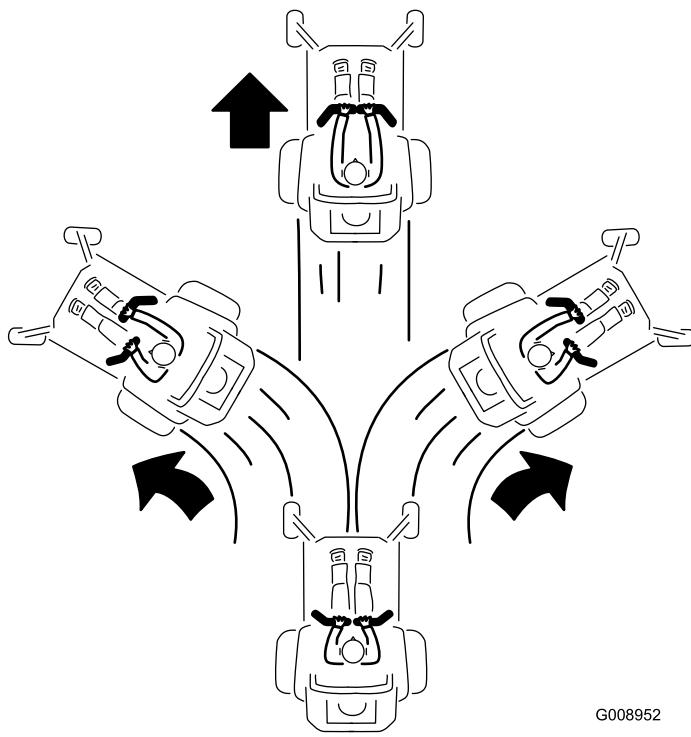

Bild 33
3. Drücken Sie die Fahrantriebshebel langsam nach vorne, um vorwärtszufahren (Bild 33).